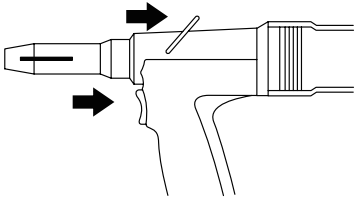

Fig. 02
- Press the trigger (Fig. 02) to pull the rivet (wear eye protection).
- Durch drücken des Abzug (Fig. 02) wird der Niet gezogen (Augenschutz tragen).